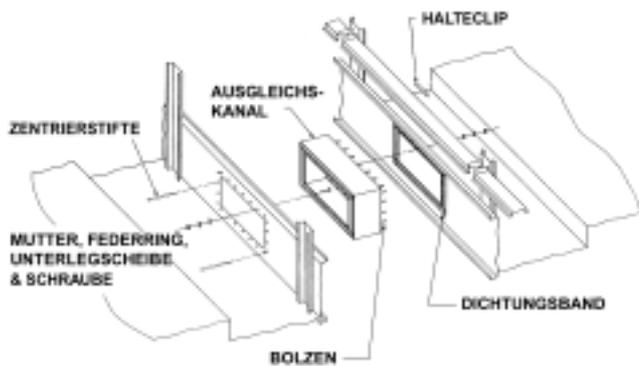

Abb. 6 – Montage Ausgleichskanal
2. Verbindungsflansche sind von Schmutz, Fett und Feuchtigkeit zu säubern. Bringen Sie eine Lage Dichtungsband auf einem Seitenteil mittig über den Bohrungen des Ausgleichskanals an (Abb. 6). Die Papierschutzstreifen müssen restlos vom Dichtungsband entfernt werden.
6. Richten Sie die Bohrlöcher des Ausgleichskanals und die der Öffnung des gegenüberliegenden Unterteils mit Zentrierbolzen aus und führen Sie die Unterteile aufeinander zu (Abb. 6).
10. Legen Sie die zusammengefügte Tropfrinne über die zusammengehörenden Flansche der Wannenteile. Drehen Sie die Halteclips und verschrauben Sie diese mit den vorher entnommenen Schrauben (Abb. 6 und 7).